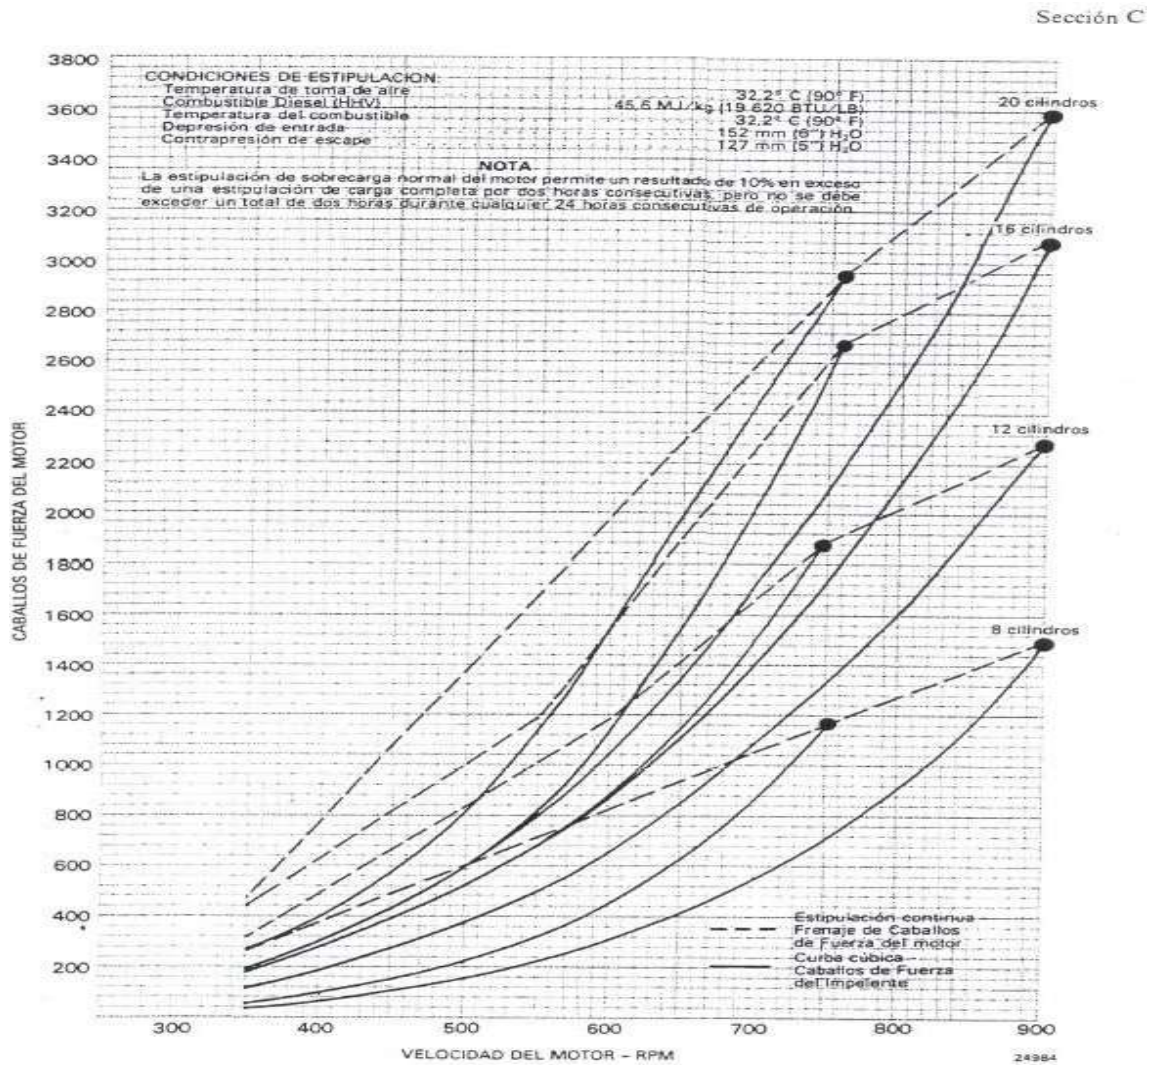

Fig.C-2 – Gráfica de HP y las RPM del motor.
4. Vea la Fig. C-2 para datos del enfrenamiento y caballos de fuerza del impelente en relación a las RPM del motor. Vea las figuras de la Fig. C-3 hasta la Fig. C-6 para los datos sobre los caballos de fuerza en relación con la posición de la cremallera del regulador a una RPM específica.